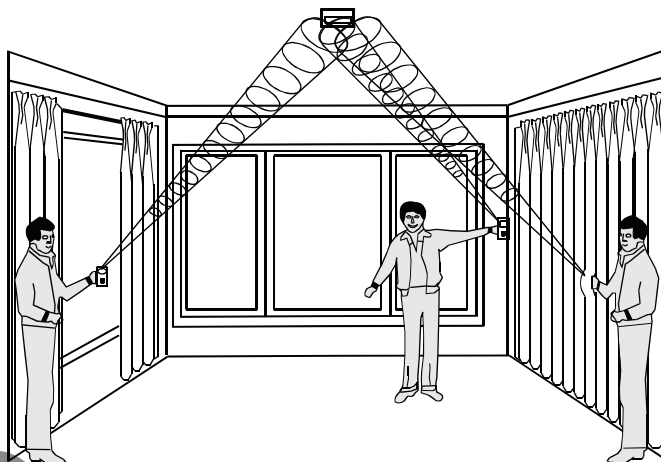

Рисунок 10. Тестирование МСТ-501
4.3 Тестирование детектора (см. Рисунок 10)